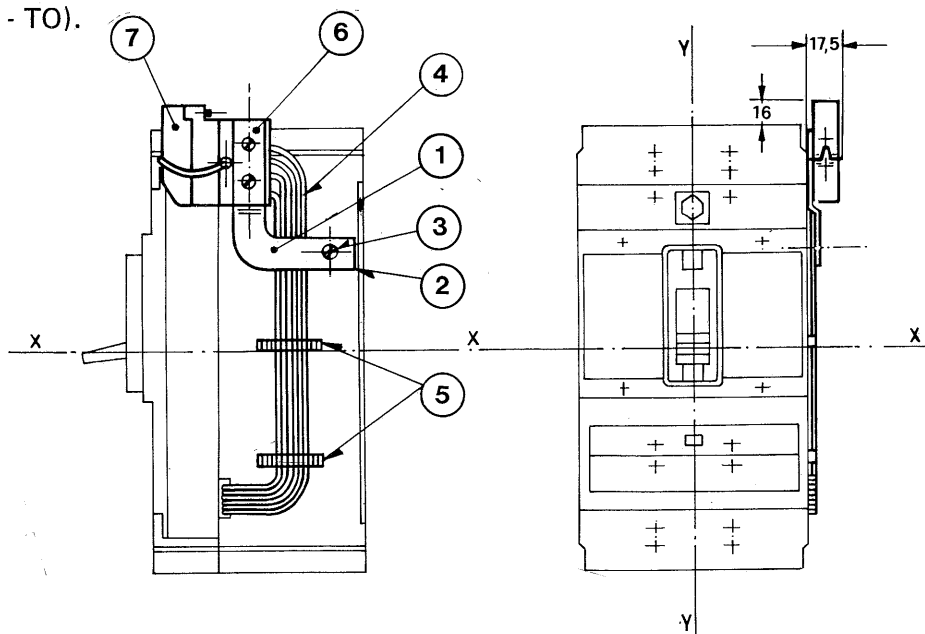

Fig. 37
**8.13.1. Spina-presa sull'interruttore, fissa (fig. 37)**
**8.13.1. Plug and socket fixed on the breaker (fig. 37)**